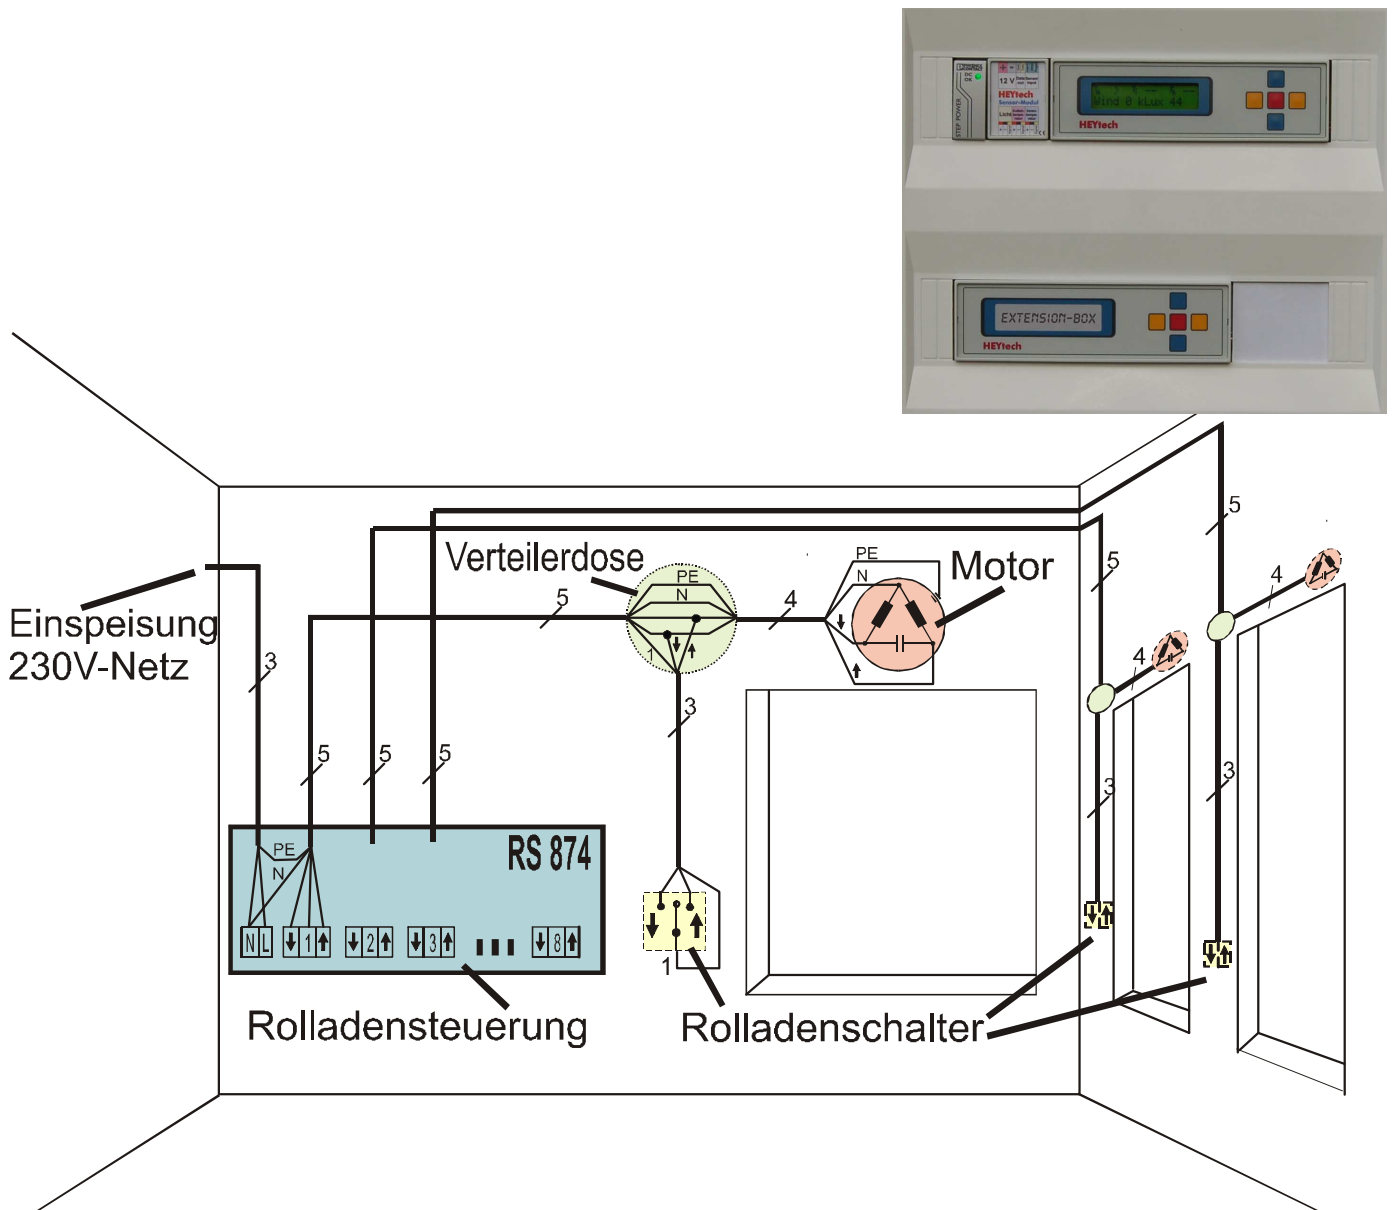

Abbildung 9: Leitungsführung
- Beachten Sie die in den Abbildungen 1 bis 7 dargestellten Anschlussbilder. Die Leitungsführung erfolgt zweckmäßig gemäß Abbildung 9, Seite 19.